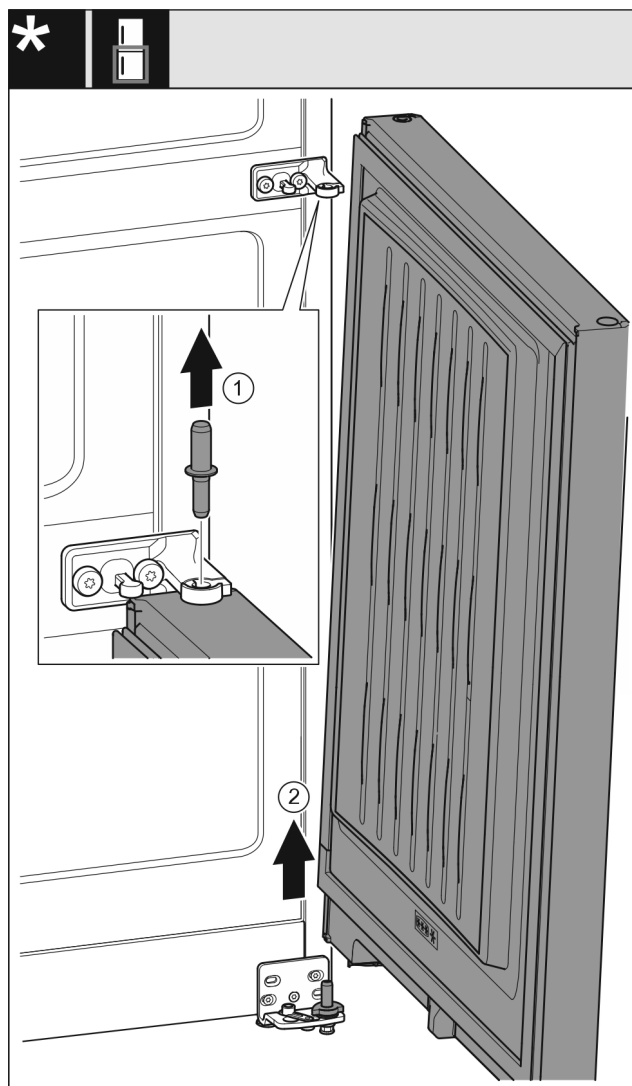

Fig. 29 Bez tlumiče zavírání*
- Čep Fig. 29 (1) vytáhněte nahoru.*
- Dveře Fig. 29 (2) kýváním vysadíte a odložte stranou.*